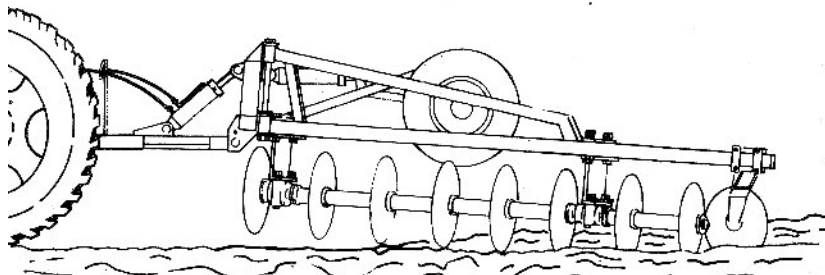

FIGURA 15
- Iniciar as primeiras passadas com o pistão ligeiramente acionado, deixando os primeiros discos acima da terra conforme figura 15.